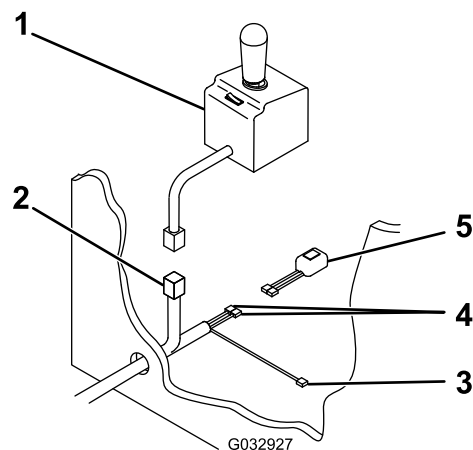

Figura 16
11. Pase el conector del controlador de la quitanieves, el cable negro/rojo y los 2 cables negros a la cabina del vehículo través del orificio del firewall (Figura 16).
12. Conecte los 2 cables negros al interruptor de palanca de faros (Figura 16).